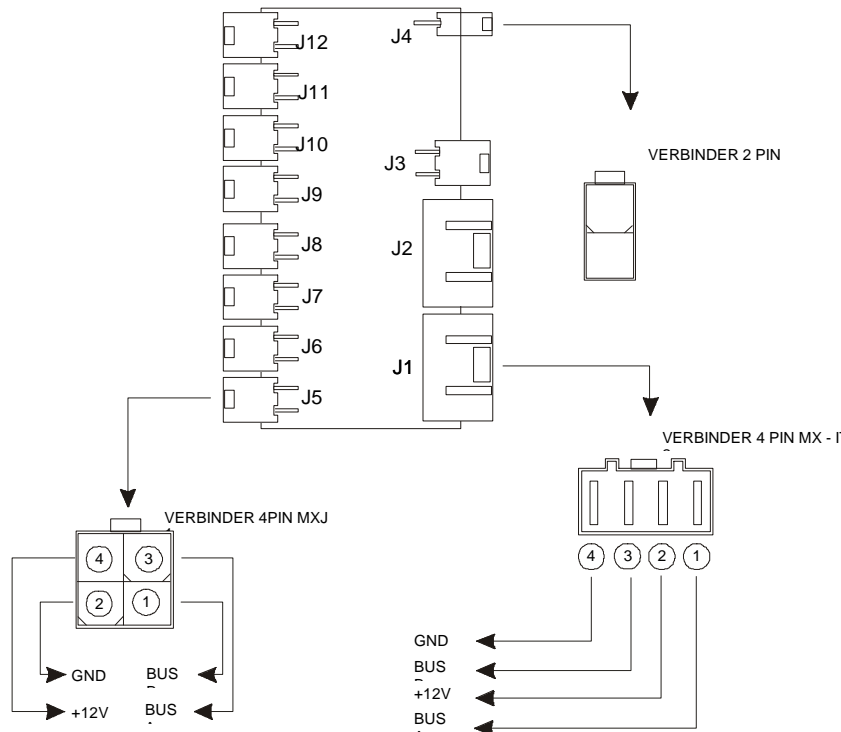

Abbildung 5 "Power Hub"
Die Vorrichtung besteht generell aus drei Arten von Verbindern. Der Verbinder J1, Abbildung 5, normalerweise als Eingang der Vorrichtung angesehen, weist gleichliegende Endklemmen auf, d.h. gemeinsam mit den Verbindern J2 und J3, die daher als ganz einfache Durchführungen betrachtet werden.
- J1..J2 Molex "*caimano*" Kennzeichen **mlx94213-2014** mit den Kontakten wie folgt angeordnet (siehe auch Abbildung 5)
- J12 Molex "*mini-fit Jr*" Kennzeichen **MLX5569-04** mit den Kontakten wie folgt angeordnet (siehe auch Abbildung 5)
- J12 Molex "mini-fit Jr" Kennzeichen **MLX5569-02A2** mit den Kontakten wie folgt angeordnet (siehe auch Abbildung 5)